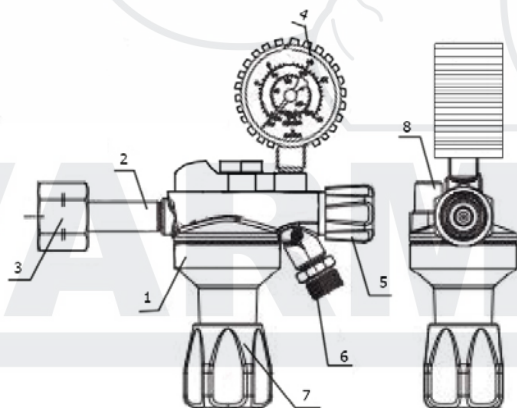

Рис. 3. Схема редуктора баллонного газового TECH CONTROL PB (пропан).
**Для пропанового** - на редукторе установлено показывающее устройство для определения давления в рабочей камере на 0,6 МПа (6 кгс/см2) (см. рис. 3).